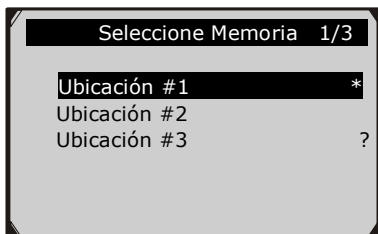

Figura 5.22
- 5) Use el botón de desplazamiento **ARRIBA/ABAJO** para seleccionar una ubicación de la memoria y presione el botón **OK**. (Figura 5.22)